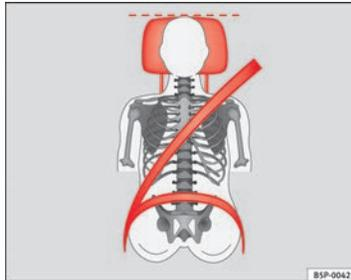
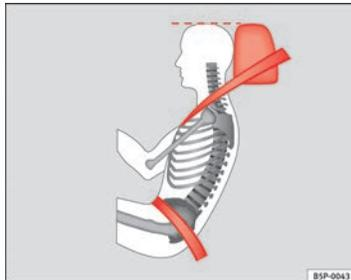

Fig. 3 Encosto de cabeça correctamente regulado visto de frente
Fig. 4 Encosto de cabeça correctamente regulado visto de lado
- Ajustar o encosto de cabeça de forma a que o rebordo superior fique, na medida do possível, alinhado com a parte superior da cabeça, no mínimo à altura dos olhos ⇒ Fig. 3 e ⇒ Fig. 4.